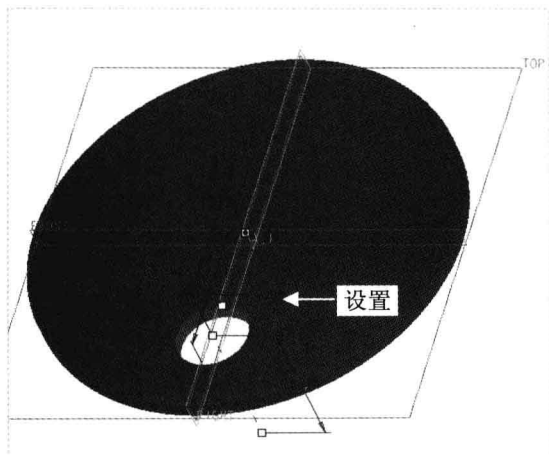

图 17-41 设置参数 1
Step 04 拖动句柄至 A_1 轴和 RIGHT 基准平面, 设置“偏移距离”为 60 和 0, 如图 17-41 所示。